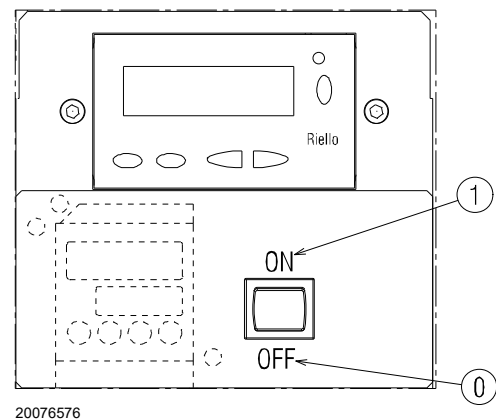

Abb. 26
Schließen Sie die Thermostate/Druckwächter und stellen Sie den Schalter aus Abb. 26 auf "1/EIN".
- stellen Sie den Schalter aus Abb. 26 auf "0/AUS" und warten Sie, bis das Steuergerät die Abschaltphase ausführt;
Der Brenner befindet sich im Wartestatus bei Wärmeanfrage oder der Wahlschalter "0-1" (Abb. 26 auf Seite 31) steht auf Position "0".